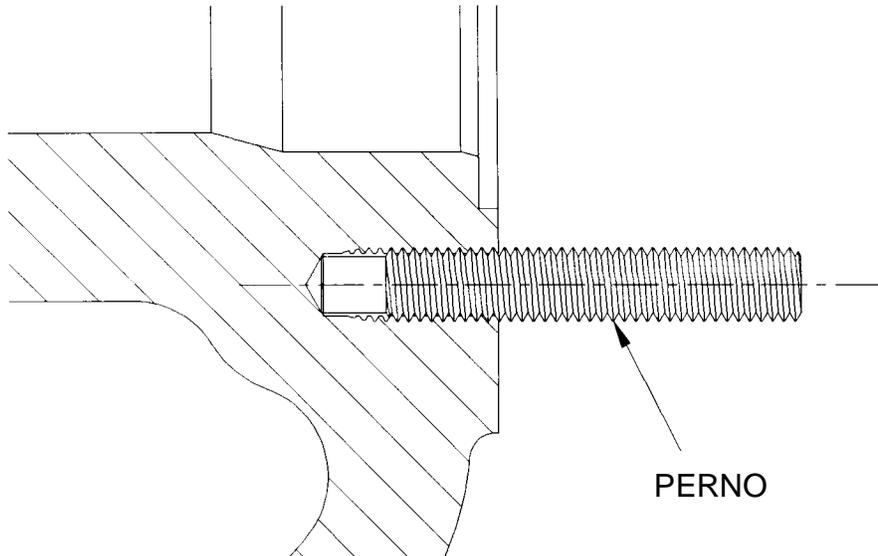

FIGURA 1-8: PERNOS CON PUNTA DE FIJACION
b. Cuando se especifican pernos para las aplicaciones de cilindros, apretar las tuercas - pernos a los mismos valores que los tornillos de casquete en aplicaciones similares. Ver la figura 1-8